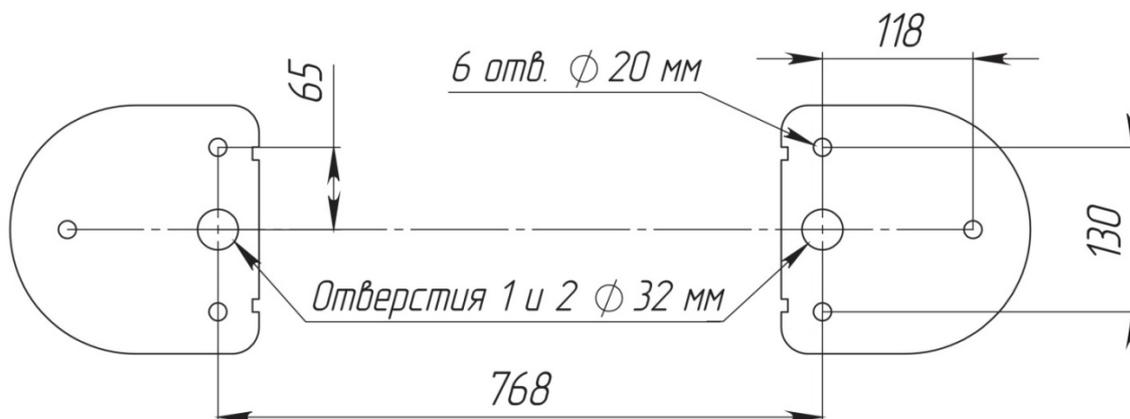

Рис. 7 Установочные размеры
4.2.3. По установочным размерам (Рис. 7), подготовьте 6 отверстий диаметром 20мм в полу под анкеры крепления стойки турникета. Расположение монтажных отверстий относительно внешних габаритов турникета представлено в Приложении 4. Глубина закладного отверстия должна превышать длину анкера на 5мм. Вставьте анкеры в отверстия.
4.2.4. Подводка кабелей производится через отверстие 1 или 2 (Рис. 7) в нижних плитах стоек турникета.
производится через отверстия 1 или 2 в нижних плитах стоек. В верхней части – через отверстие диаметром 32 мм, показанное на (Рис. 7). Закрепите кабели кабельными стяжками.